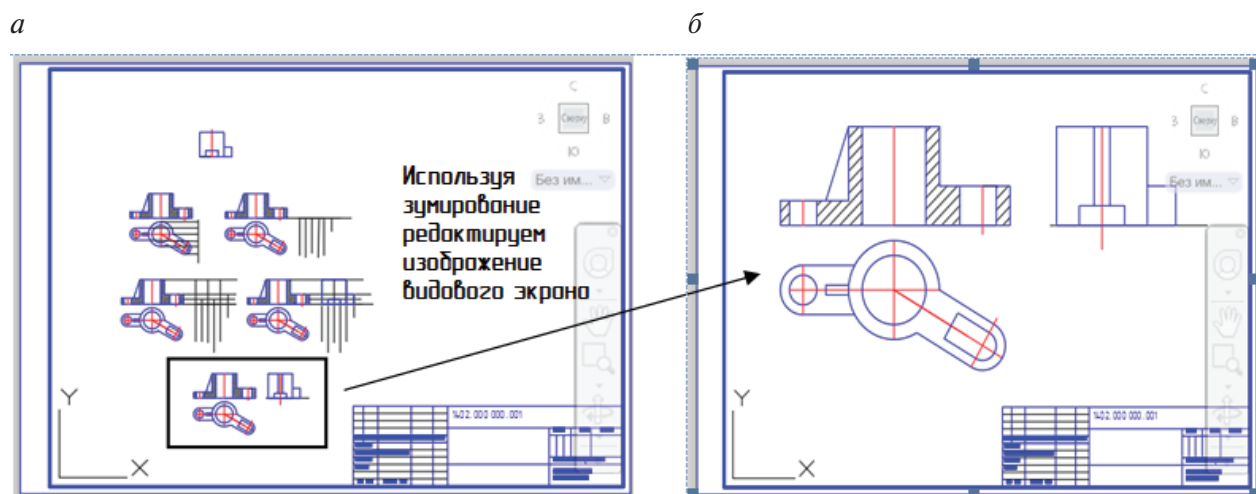

Рис. 2.4.9. Формирование изображения на листе в видовом экране командой **Зуммирование**:
- 2) двойным кликом ЛКМ в области видового экрана. Рамка видового экрана после двойного клика ЛКМ становится выделенной толстой линией. Если на **Модели**, кроме ортогональных проекций детали, есть еще другие изображения (например, остались вспомогательные линии и т. д.), нужно роликом мышки вывести на видовой экран лишь необходимую часть изображения (рис. 2.4.9).